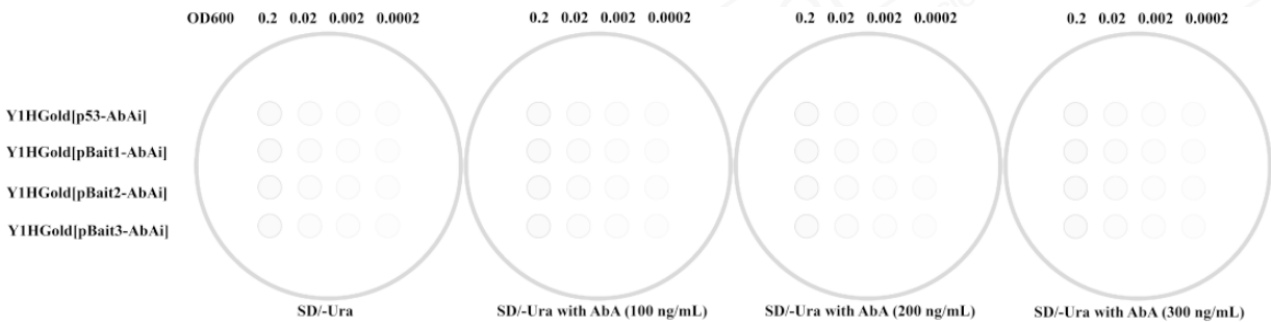

图 1 点板筛选 AbA 最佳使用浓度的示意图
3. 分别点板 10 μ L 于 SD/-Ura; SD/-Ura with AbA (100 ng/mL、200 ng/mL、300 ng/mL、500 ng/mL、800 ng/mL、1000 ng/mL) 平板, 如图 1 所示。
3. 按照先实验组后对照组的顺序，分别点板 10 μ L 于相应的 SD-/Leu with AbA*平板，参考图 1。